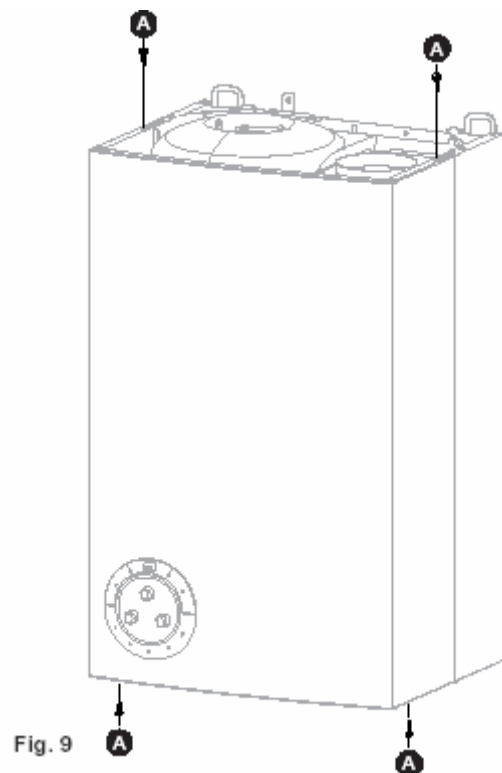

Fig. 9
- deșurubați cele 4 șuruburi A de fixare a carcasei (fig. 9)
- înșurubați cele 4 șuruburi **A** de fixare a carcasei (fig. 9)